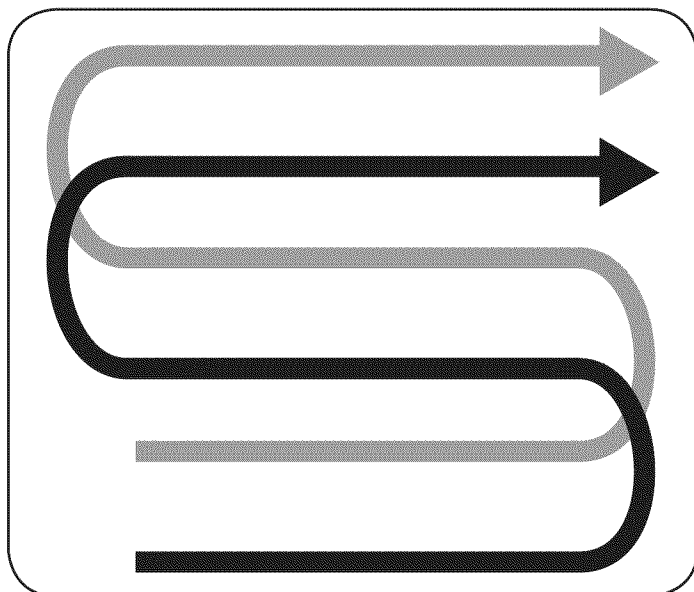

Figura 19
- Al preparar el lecho de siembra, recorra la misma senda dos veces en la primera hilera, luego traslape la mitad del ancho de la cultivadora en el resto de las pasadas. Vea la Figura 19.